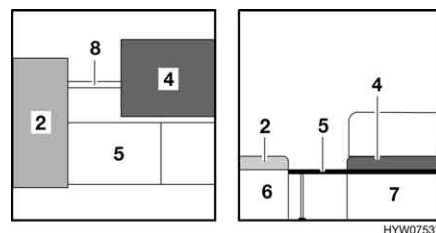

Bild 117 Während des Umbaus
- Die Bettstange (Bild 117,8) aus dem Bettkasten der Längssitzbank (Bild 117,6) nehmen.
- Beide Bettkastenklappen anheben und die Bettstange quer zwischen die beiden Bettkästen (Bild 117,6 und 7) einhängen.